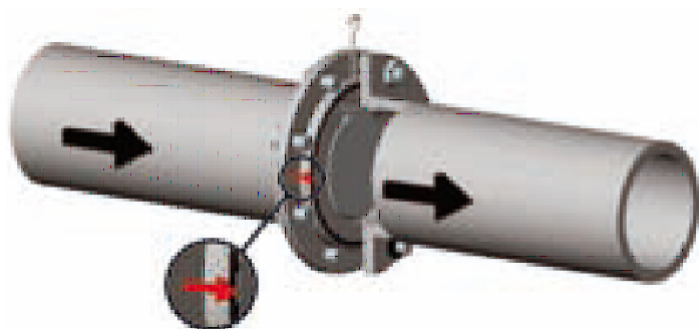
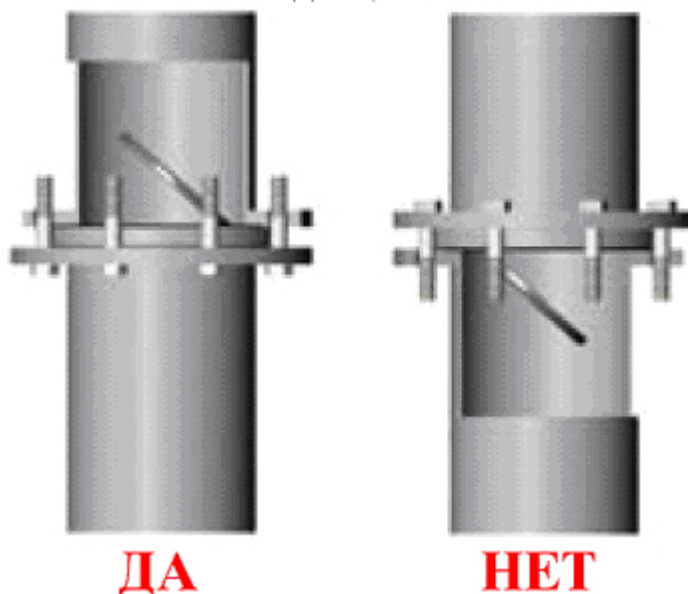

Рис. 1
Рис. 3
-Монтаж обратного клапана может осуществляться в горизонтальном или в вертикальном положении для восходящих потоков, при этом стрелка направления потока на обратном клапане должна совпадать с направлением движения жидкости в трубопроводе (см рис. 1 и рис. 3)..